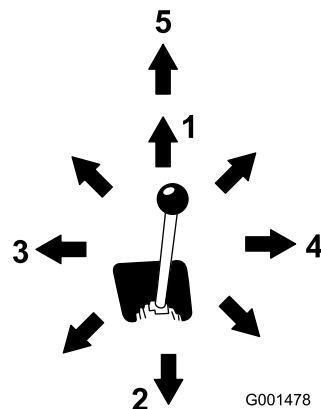

Figure 10
- Pour basculer l'accessoire en avant, déplacez lentement le levier vers la droite (Figure 10).
- Pour basculer l'accessoire en arrière, déplacez lentement le levier vers la gauche (Figure 10).
- Pour abaisser les bras de chargeuse, poussez lentement le levier en avant (Figure 10).
- Pour élever les bras de chargeuse, tirez lentement le levier en arrière (Figure 10).
- Pour abaisser les bras de la chargeuse à la position verrouillée (flottement), poussez lentement le levier en avant (Figure 10).